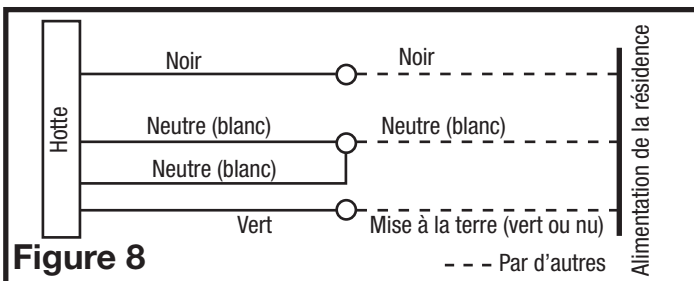

Figure 8
1. Connectez les deux câbles blancs lâches de la hotte au câble blanc de l'alimentation, et le câble noir lâche de la hotte au câble noir de l'alimentation. Branchez le fil de mise à la terre (vert ou dénudé) du bloc d'alimentation à la vis de mise à la terre verte de la hotte. Suivez les méthodes homologuées pour effectuer toutes les connexions (Figure 8).